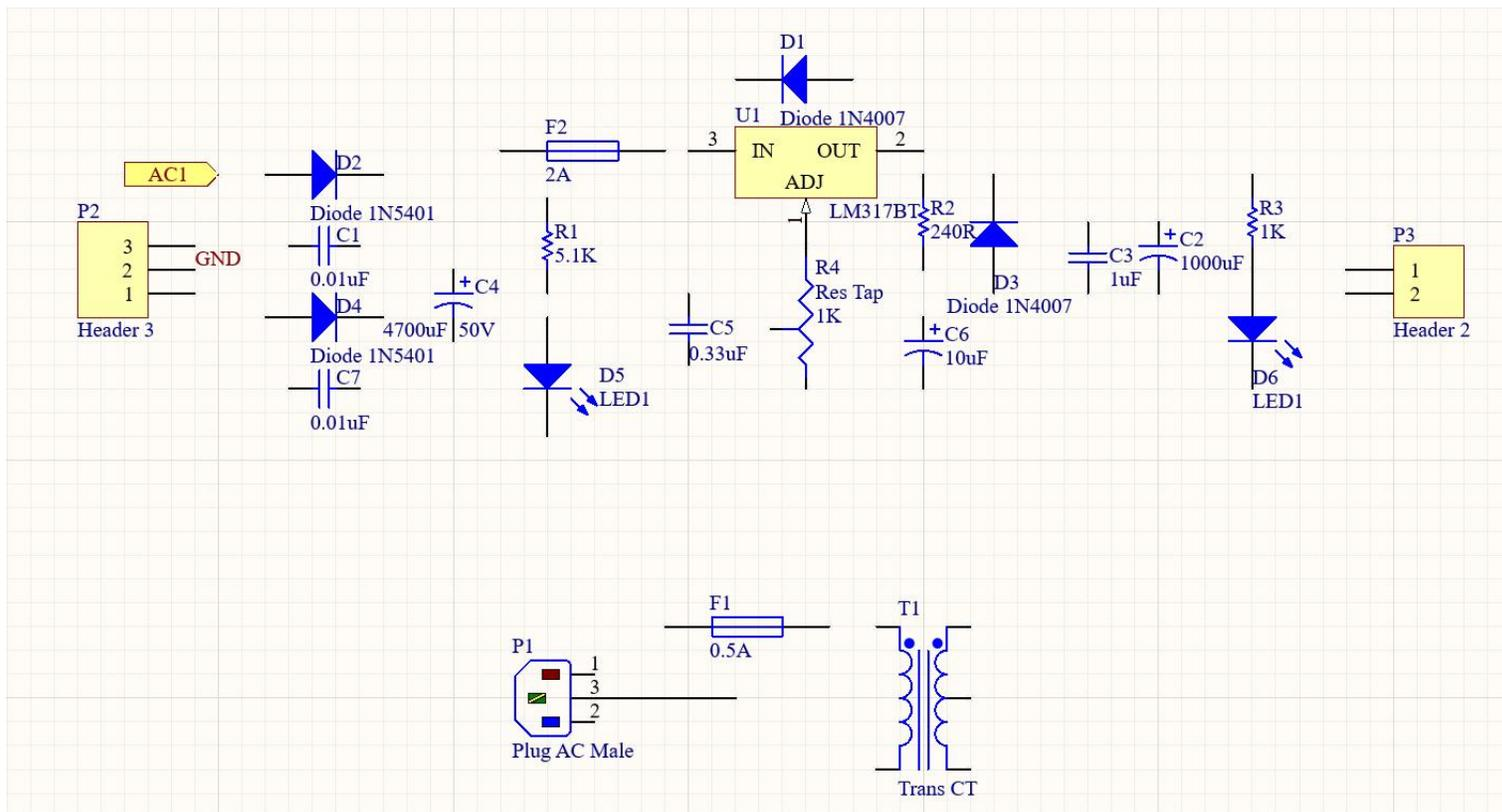

图3-15 布局后的元器件
8) 完成多个元器件的放置后，可以对元器件的位置进行调整，设置这些元器件的属性。放置元器件时需注意将光标按照图纸位置对元器件进行布局，可分别移动、翻转、镜像、选取、拖动、属性重设复制、粘贴、剪切等操作。布局后的元器件如图3-15所示。